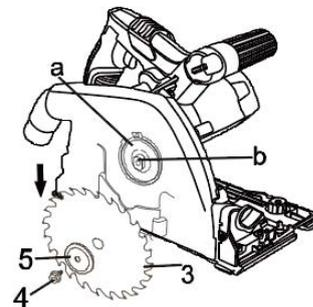

Рис.3
ПРИМЕЧАНИЕ: Не удаляйте внутренний фланец (a) со шпинделя (b). (См. Рис.3)
5. Установите новый пильный диск (3) согласно стрелкам направления вращения на диске и защитном кожухе ! (Рис.3).
6. Установите внешний фланец (5) и затяните крепежный болт (4) (рис. 3)